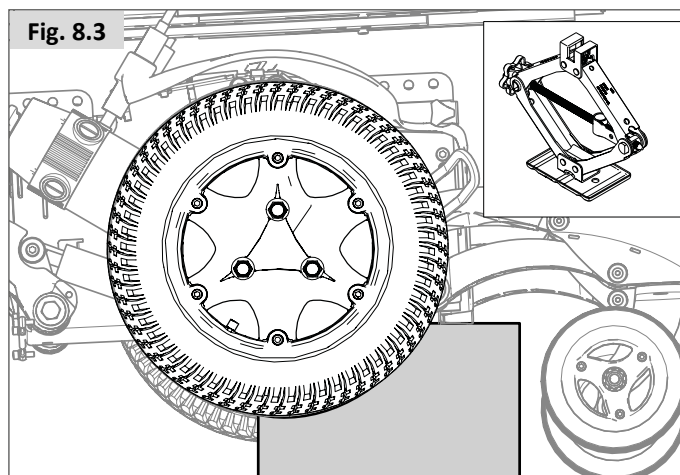

Fig. 8.4
- Fjern ventilhetten og slipp luften ut av dekket ved å klemme forsiktig på ventilåpningen med en liten skrutrekker (Fig. 8.4).